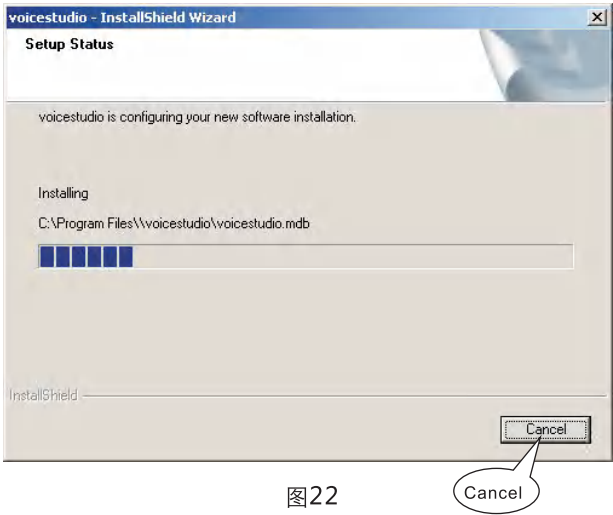

图22
- ▶ 程序安装进行中，若要终止安装此程序，此时可以点击“Cancel”按钮，如图22：